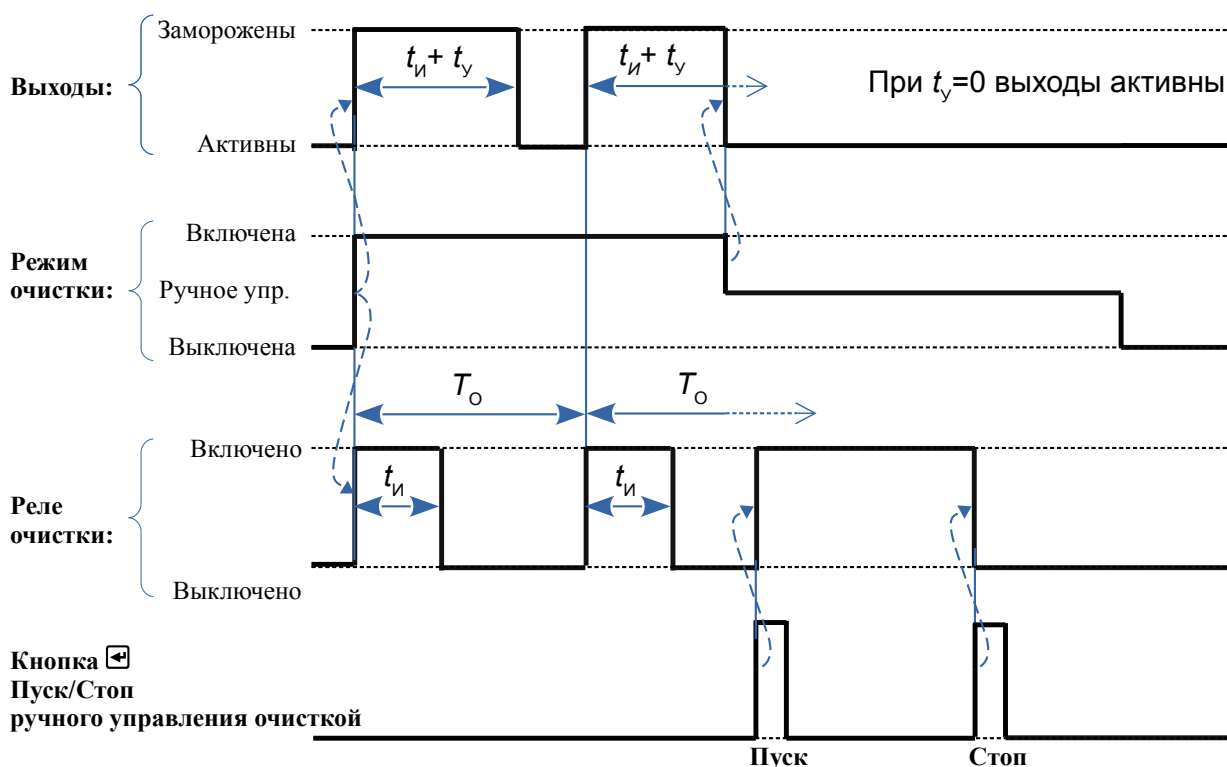

Рисунок 23 - Временные диаграммы работы анализатора в разных режимах очистки
10.3.10.7 Временные диаграммы анализатора в разных режимах очистки иллюстрирует Рисунок 23.